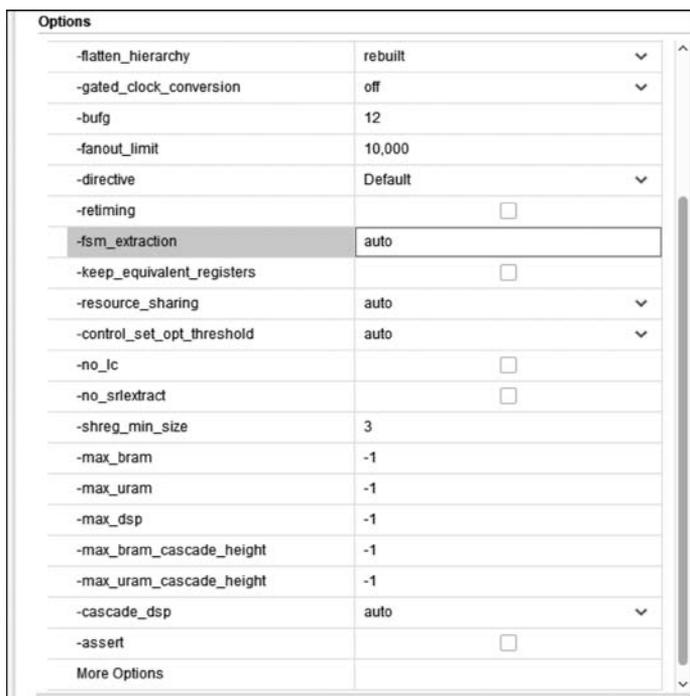

图 3.78 综合策略中的 Options 设置选项
(2) Options 栏: 用于选择综合运行时使用的策略(Strategy)。Vivado 提供了几种预定义的策略,也可以自定义策略,这需要对策略中每个选项单独设置,这些选项如图 3.78 所示。以下给出各选项的含义。